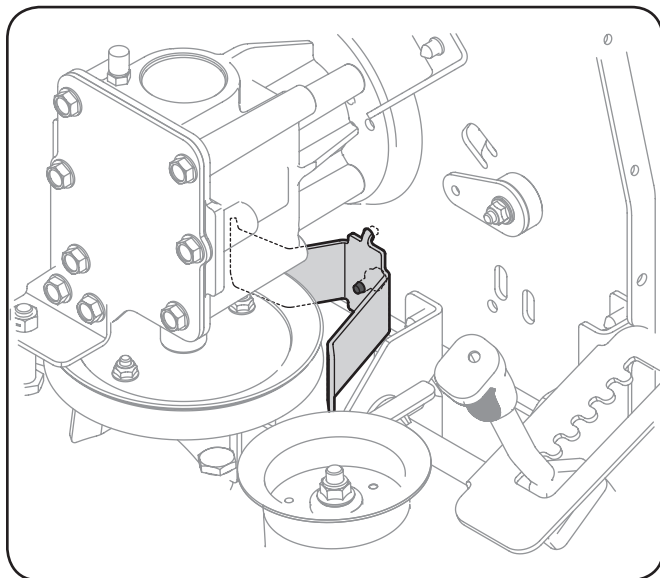

Figura 6-7
3. Extraiga el guardacorreas que está sujeto a la parte vertical del accesorio cortador de césped, para lo que debe extraer el tornillo hexagonal que lo sujeta. Consulte la Figura 6-7.